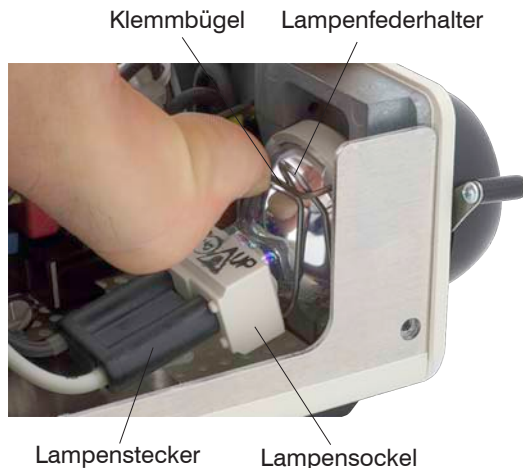

Abb. 11 Klemmbügel nach oben ziehen
- ➡ Wenn die Xenon-Lampe abgekühlt ist (10 bis 15 Minuten nach letztem Betrieb), ziehen Sie den Klemmbügel über den Lampenfederhalter nach oben, siehe Abb. 11.